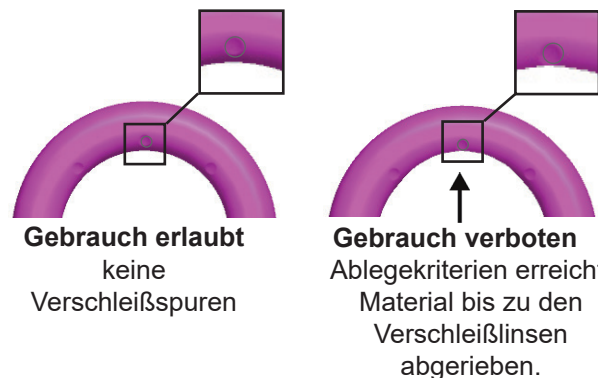

Abb. 1: Verschleißmarkierungen
- Kontrollieren Sie sorgfältig die Verschleißmarkierungen des Anschweißpunktes (siehe Abb. 1):